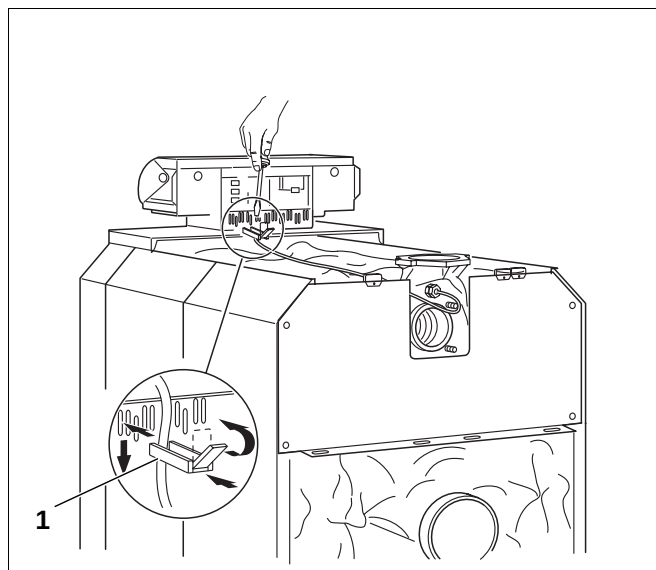

Fig. 62 Festing av de elektr. forbindelsesledningene
- Sett kabelklemmene med ilagt ledning inn i klemmerammen og sikre dem ved å vri spaken rundt (fig. 62, **pos. 1**).